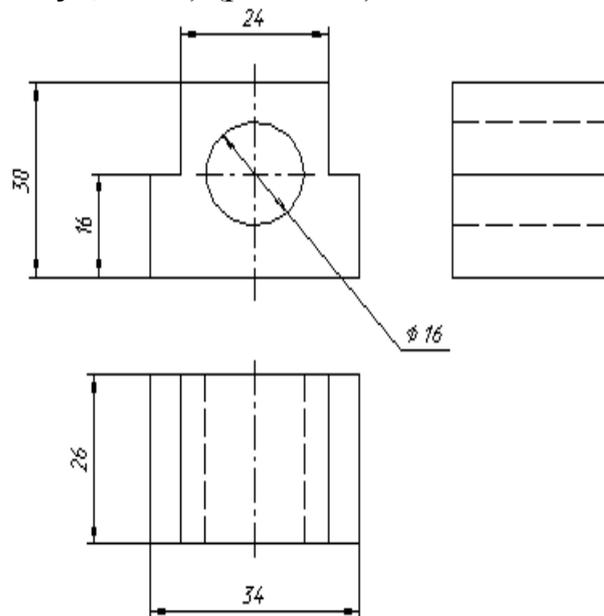

Рис. 17.2. Чертеж опоры.
Нам предстоит построить проекционную заготовку чертежа: вид **Спереди**, вид **Сверху** и вид **Сбоку (Слева)** (рис. 17.2).
3.7. Выполните "обводку" горизонтального вида – вида сверху (рис. 17.2). Для обводки используйте команды **Непрерывный ввод объектов** или **Отрезок**, стиль линии **Основная**. Не прерывайте работу с командой (подробнее о работе с командой **Непрерывный ввод объектов** см. в работе № 16)!
3.10. Проведите оси симметрии на главном виде и виде сверху (рис. 17.2). Для привязки к вспомогательной линии используйте комбинацию клавиш **Ctrl+<>** (клавиша с точкой – на цифровой клавиатуре).